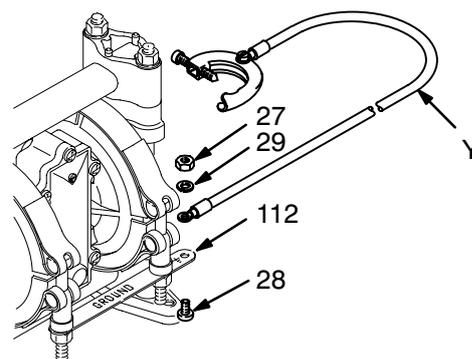

Рис. 1
- **Насос.** Подсоедините провод заземления (Y) к шине (112) с помощью винта (28), стопорной шайбы (29) и гайки (27), как показано на рис. 1. Подсоедините конец зажима провода заземления к фактическому грунтовому заземлению. Заказывайте деталь № 222011 (провод заземления и зажим).